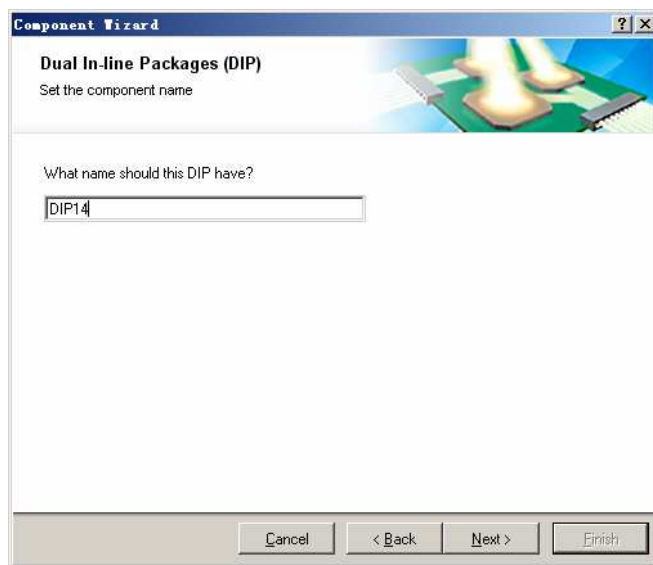

图 10.35 “Set the component name” 页面
(8) “Set number of the pads” 视图中的编辑框中输入“14”，设置焊盘总数为“14”，单击“Next”按钮，显示如图 10.35 所示的“Set the component name”页面。